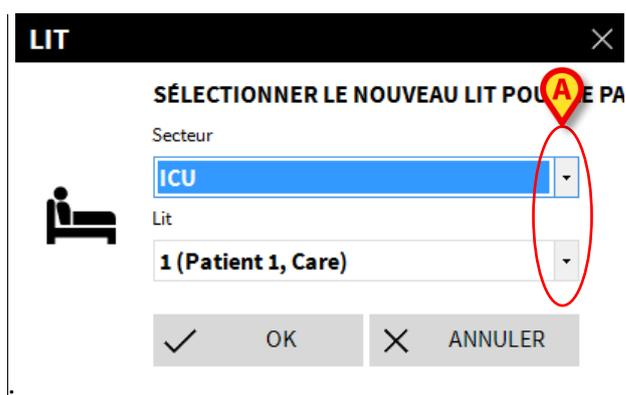

Fig 113
La fenêtre suivante s'ouvre (Fig 113).
- Utilisez les boutons flèche (Fig 113 **A**) pour sélectionner le lit auquel le patient sera transféré